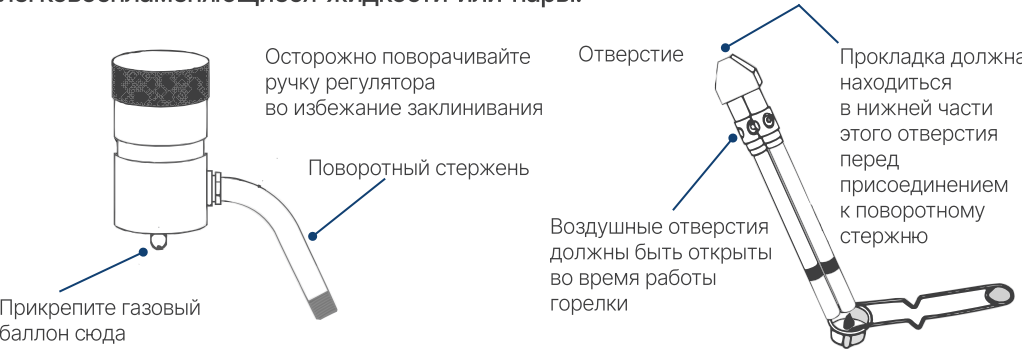

рис. 1
1. Туго завинтите наконечник в шарнир на регуляторе вручную (рис. 1). Не используйте гаечный ключ. Для воздушно-топливной горелки: присоедините шланг к поворотному стержню вручную, а шланг к горелке – гаечным ключом.